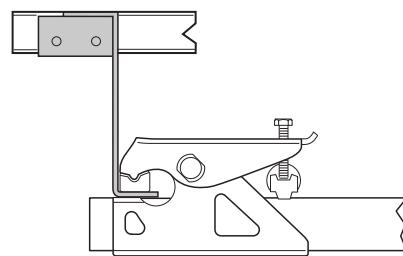

Fig. 20
- Para el chasis Eriba Touring, es obligatorio el juego adaptador Eriba Touring (Fig. 20).